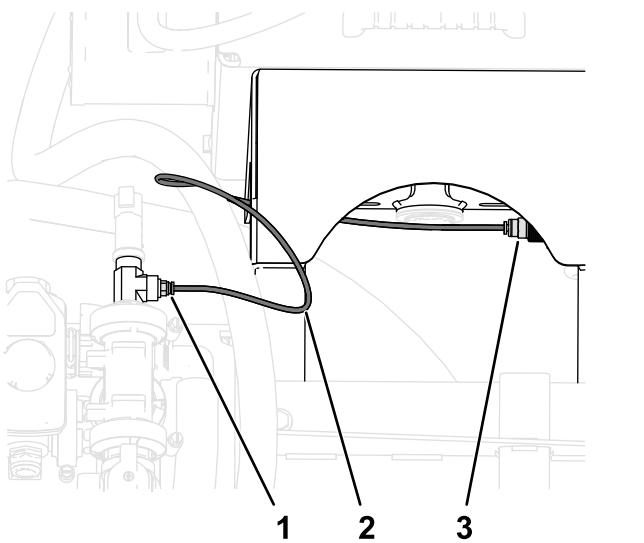

Figura 49
3. Conecte el tubo del transductor de presión al acoplamiento del manómetro (Figura 49).